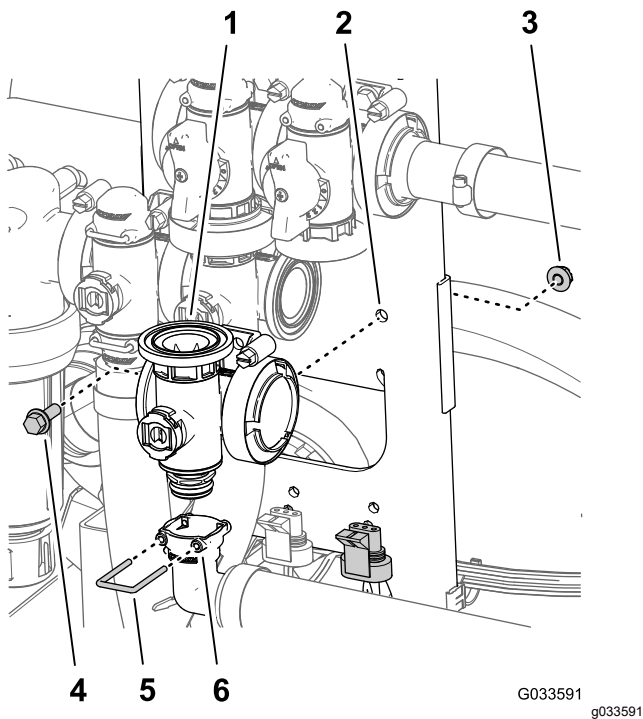

Figure 118
- Retirez l'étrier qui fixe le raccord de sortie à 90° au coupleur du collecteur de la vanne générale des rampes (Figure 118).
- Retirez le boulon à embase ($\frac{1}{4}$ x $\frac{3}{4}$ po) et le contre-écrou à embase ($\frac{1}{4}$ po) qui fixent la vanne générale des rampes sur son support, puis déposez le collecteur de la machine (Figure 118).